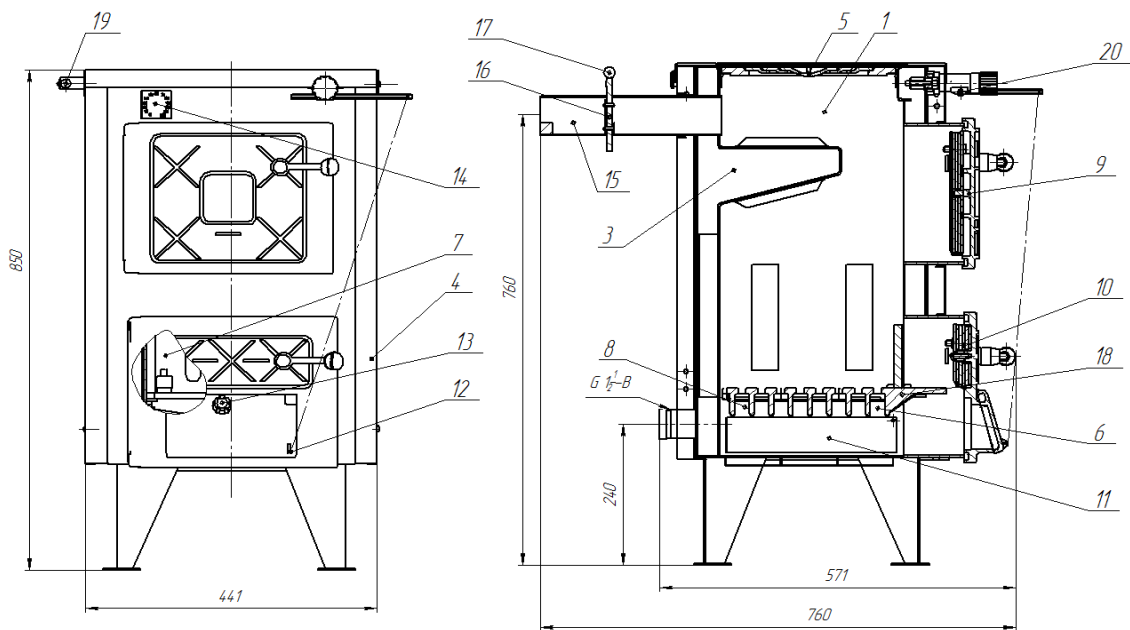

Рисунок 1. Апарат побутовий комбінований АКТВ-12
- відкрити за допомогою гвинта 13 (рис. 1) поворотну заслінку 12 (рис. 1) в нижній дверці для вільного підводу повітря під колосникову решітку.
7.10 Для приготування їжі в літній період необхідно встановити колосникову решітку на кутники поз. 8 (рис. 1). При цьому тепловіддача в систему опалення зменшиться, а на плиту збільшиться.